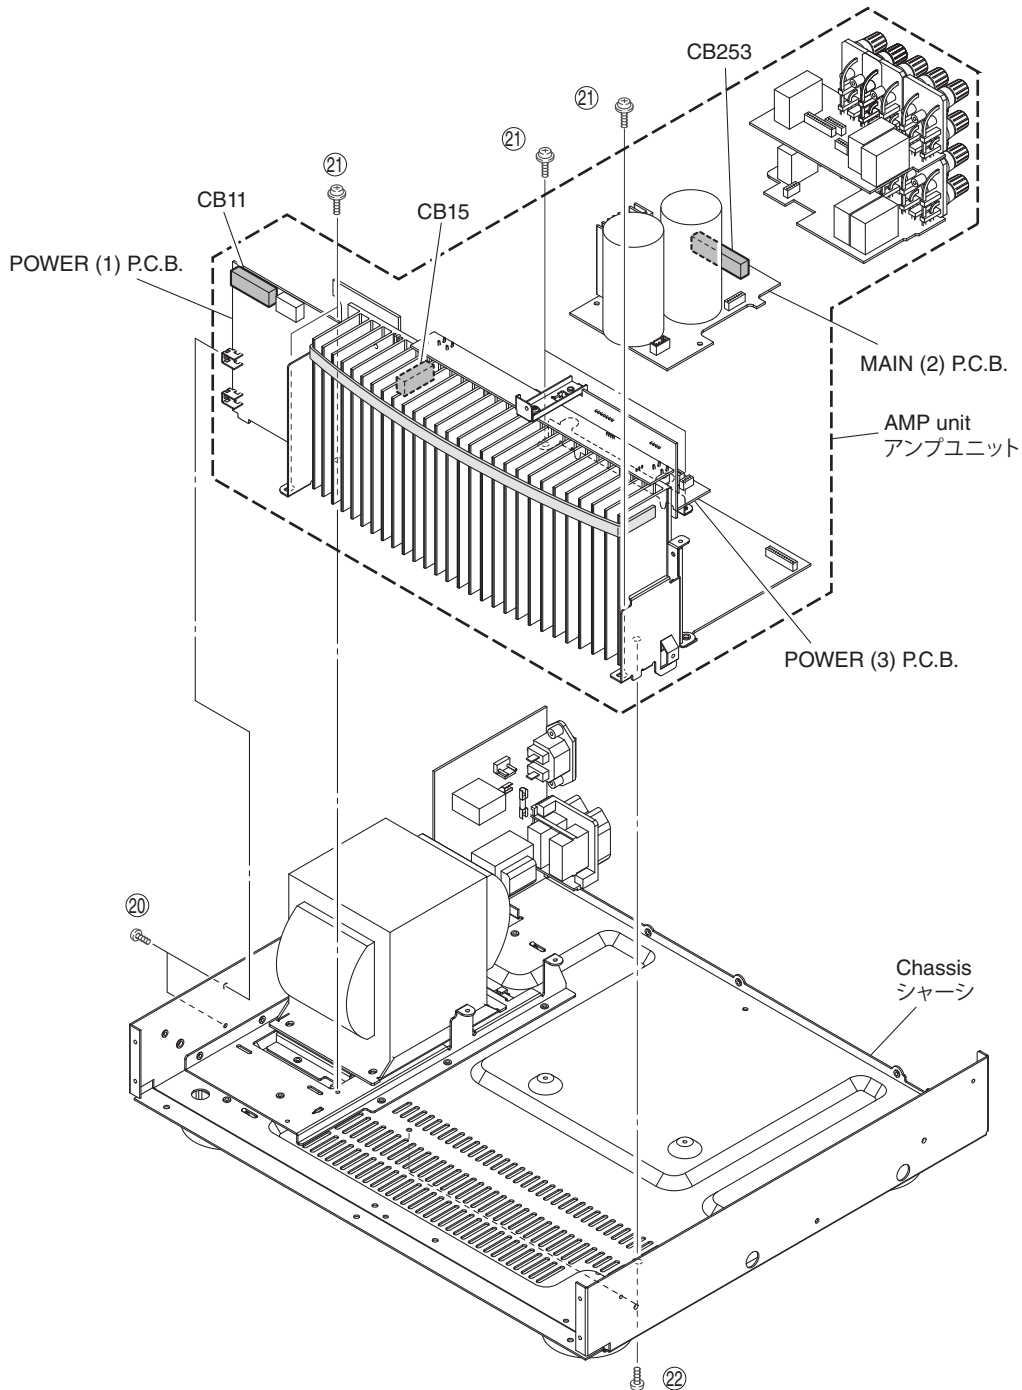

Fig. 10
- Remove 2 screws ( ⑳ ), 5 screws ( ㉑ ) and 2 screws ( ㉒ ). (Fig. 10)
- Remove CB11, CB15 and CB253. (Fig. 10)
- Remove the amp unit. (Fig. 10)
- ⑳ のネジ 2 本、㉑ のネジ 5 本、㉒ のネジ 2 本を外します。(Fig. 10)
- CB11、CB15、CB253 を外します。(Fig. 10)
- アンプユニットを取り外します。(Fig. 10)